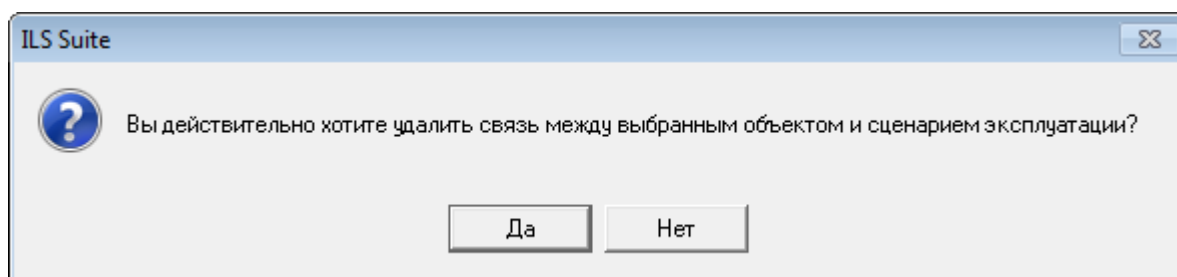

Рис. 10-392 – Окно «Сценарии эксплуатации»
5) Выбрать сценарий эксплуатации и нажать кнопку «Удалить связь» панели «Правка» (рис. 10-392).